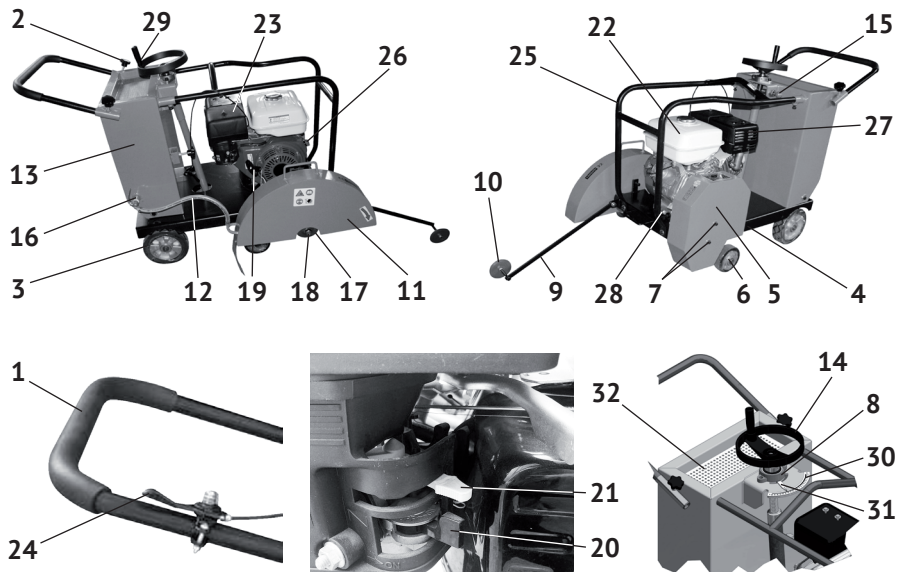

рис.1
4.1 Общий вид швонарезчика представлен на рис.1
4.2 Основные узлы швонарезчика: двигатель, опорные колёса (рис.1 поз.3), бак для воды (рис.1 поз.13), ось привода (шпиндель) режущего диска, кожух ремённой передачи (рис.1 поз.5), трубчатая рама (рис.1 поз.25) закреплены на цельнометаллической платформе (рис.1 поз.4). В металлический бак (рис.1 поз.13) заливается охлаждающая жидкость. Между кронштейном в верхней части бака и платформой закреплён механизм (рис.1 поз.8) подъёма/опускания малых колёс (рис.1 поз.6), который приводится в действие маховиком (рис.1 поз.14). На кронштейне закреплена шкала глубины реза (рис.1 поз.30).
Крутящий момент с вала двигателя передаётся ремённой передачей на приводной вал рабочего диска. Приводные ремни закрыты металлическим кожухом (рис.1 поз.5).
На защитном кожухе (рис.1 поз.11) стрелкой указано направление вращения диска.
Прикрутить болтом (М8х25) с шайбой к верхнему торцу вала ходового винта маховик (рис.1 поз.14) с рукояткой (рис.1 поз.29), механизма установки глубины реза.
- выкрутить из направляющих на корпусе бака (рис.1 поз.13) винты-барашки (рис.1 поз.2) фиксации рукоятки управления (рис.1 поз.1);
- вставить нижние концы рукоятки управления (рис.1 поз.1) в направляющие корпуса, выставить удобную для работы высоту (на уровне талии) и зафиксировать винтами-барашками;
- установить, в удобном для работы месте, на рукоятке управления рычаг управления дроссельной заслонкой (рис.1 поз.24), рассоединив, а затем скрепив два хомута винтом.
- маховиком (рис.1 поз.14) установите режущий диск в верхнее положение (минимальная глубина резания);
- ключом, из комплекта поставки (крепится на стенке корпуса), открутите гайку крепления диска (рис.1 поз.18);
- снимите зажимной фланец (рис.1 поз.17) и диск (при замене);
- обратите внимание на направление вращения, которое указано стрелкой на одной из сторон диска (оно также указано на защитном кожухе рис.1 поз.11);
Держатель (рис.1 поз.9) указателя линии реза крепится болтовым соединением на скобе в передней части платформы, слева от кожуха диска. Ведение диска (рис.1 поз.10) указателя реза по сделанной разметке на поверхности, позволяет строго выдерживать траекторию реза.
Для того, чтобы стравить избыточное давление в баке, откручивайте крышку бака (рис.1 поз.22) осторожно. Заливайте бензин в топливный бак не более чем на 1 см ниже уровня основания заливной горловины. Перед запуском двигателя тщательно протрите крышку бензобака, удалив возможные при заправке брызги топлива.
- перекрыть кран (рис.1 поз.16) подачи охлаждающей жидкости из бака (рис.1 поз.13) по трубке (рис.1 поз.12) под защитный кожух (рис.1 поз.11) режущего диска;
- заполнить бак водой или специальной СОЖ (при низких температурах), через сетчатый фильтр (рис.1 поз.32) в его верхней части, который предотвращает попадание в бак частиц, способных засорить систему подачи жидкости.
- разблокировать ходовой винт механизма установки глубины реза (рис.1 поз.8), рычагом (рис.1 поз.15), вытянув палец из паза и повернув вокруг оси;
- вращением маховика (рис.1 поз.14) выставить на один уровень малые колёса (рис.1 поз.6) и нижний край режущего диска – нулевая глубина реза, при этом стрелка-указатель (рис.1 поз.31) на нулевой отметке шкалы (рис.1 поз.30);
- ослабить две гайки на болте, крепящем диск (рис.1 поз.10) к держателю (рис.1 поз.9);
- смазывающе-охлаждающая жидкость (СОЖ) подается на режущий диск из бака (рис.1 поз.13);
- на линии подачи установлен запорный кран (рис.1 поз.16), благодаря которому устанавливается необходимый поток для охлаждения диска;